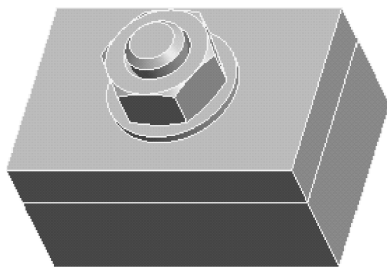

图 9-59 完成装配
(7) 注意到此时状态区显示为“完全约束”，在图形区单击鼠标中键，完成第 5 个零件的装配，最后结果如图 9-59 所示。